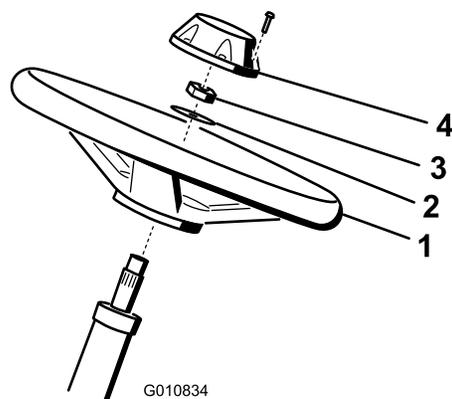

図 3
- ハンドルをステアリングシャフトにはめ込む 図 3。
- ワッシャをステアリングシャフトにはめ込む 図 3。
- ジャムナットでハンドルを固定し、 $2735\text{N}\cdot\text{m}$   $2.83.6\text{kg}\cdot\text{m}$   $2026\text{ft}\cdot\text{lb}$  にトルク締めする 図 3。
- キャップを取り付け、ねじで固定する 図 3。